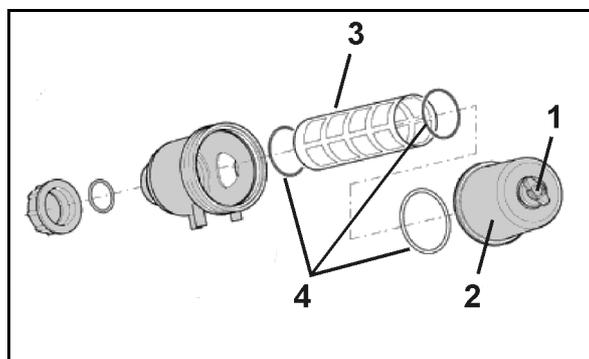

Fig. 126
Reinigen Sie den Saugfilter (Fig. 126) täglich nach dem Spritzbetrieb.
5. Die Verriegelungsschraube am Saugfilter lösen (Fig. 126/1).
6. Deckel (Fig. 126/2) abziehen.
7. Filtereinsatz (Fig. 126/3) herausziehen und mit Wasser reinigen.
8. Kontrollieren Sie die O-Ringe (Fig. 126/4) auf Beschädigungen.
Achten Sie auf den korrekten Einbau der O-Ringe (Fig. 126/4).